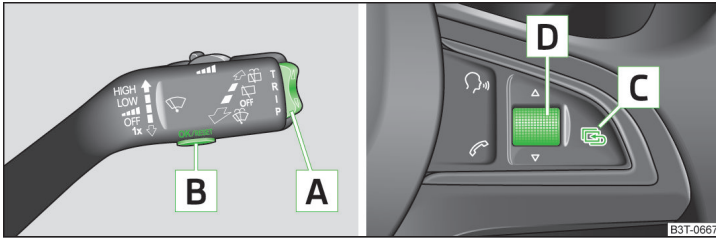

Abb. 24 Tasten/Einstellrad: am Bedienungshebel / am Multifunktionslenkrad
Einige Funktionen des Informationssystems können mit den Tasten am Bedienungshebel bzw. am Multifunktionslenkrad » Abb. 24 bedient werden.
Nach dem Drücken der Taste **A** » Abb. 24 auf Seite 40 wird die Angabe angezeigt, die zuletzt angezeigt wurde.
- › Die Taste **B** bzw. das Einstellrad **D** » Abb. 24 auf Seite 40 länger drücken.